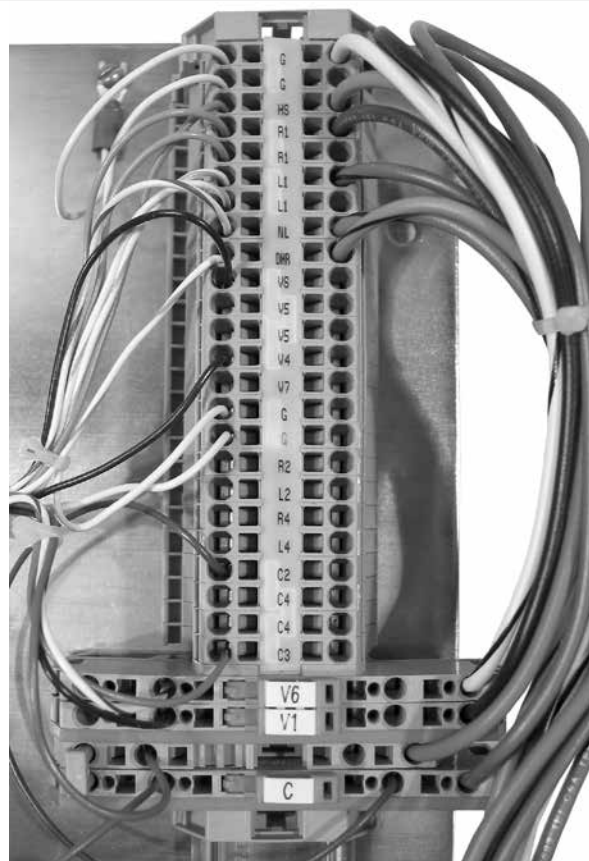

Figura 3-2.
3. Abra a chave **V1** e **V6**, se presente. Consulte a Figura 3-2